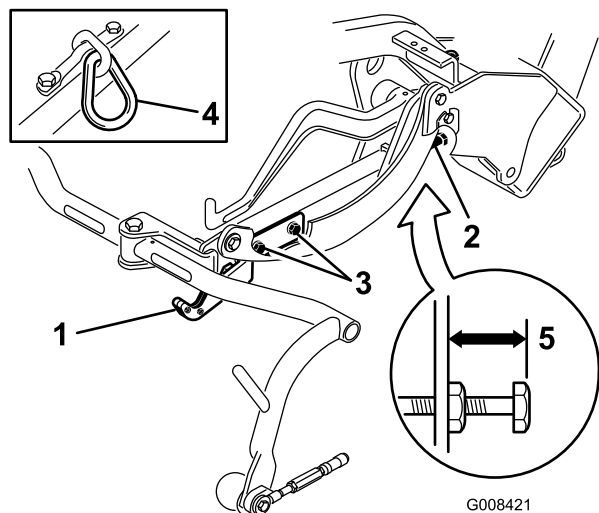
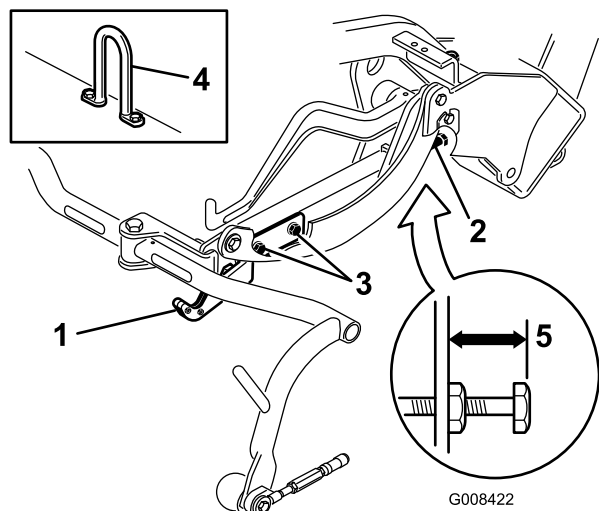

図 11
図 12
移動走行時の高さを調べ図 11と図 12、必要に応じて調整する。
3. チェーンリンクまたはストレートリフトフック図 11と図 12、挿入図のついているカッティングユニットでは、キャリアフレーム調整ねじの上端からキャリアフレームの背面までの距離が 22 mm になっていることを確認する。距離が 22 mm でない場合には手順4 へ進む。オフセットリフトリンク図 10のついているカッティングユニットの場合は、次のステップに進む。
4. 移動走行プレート取り付けねじをゆるめる図 11と図 12と図 10。
7. キャリアフレームの高さが同じでない場合には、キャリアフレーム調整ねじについているジャムナットをゆるめる図 10と図 11と図 12。高くするにはねじを外方向にまわし、低くするには内方向にまわす。調整ができたならジャムナットを締めて調整を固定する。